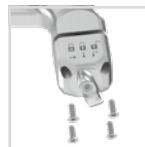

fig. 52
- 4 Dévissez entièrement les quatre vis (fig. 52) pour laisser le reste d'huile s'écouler.